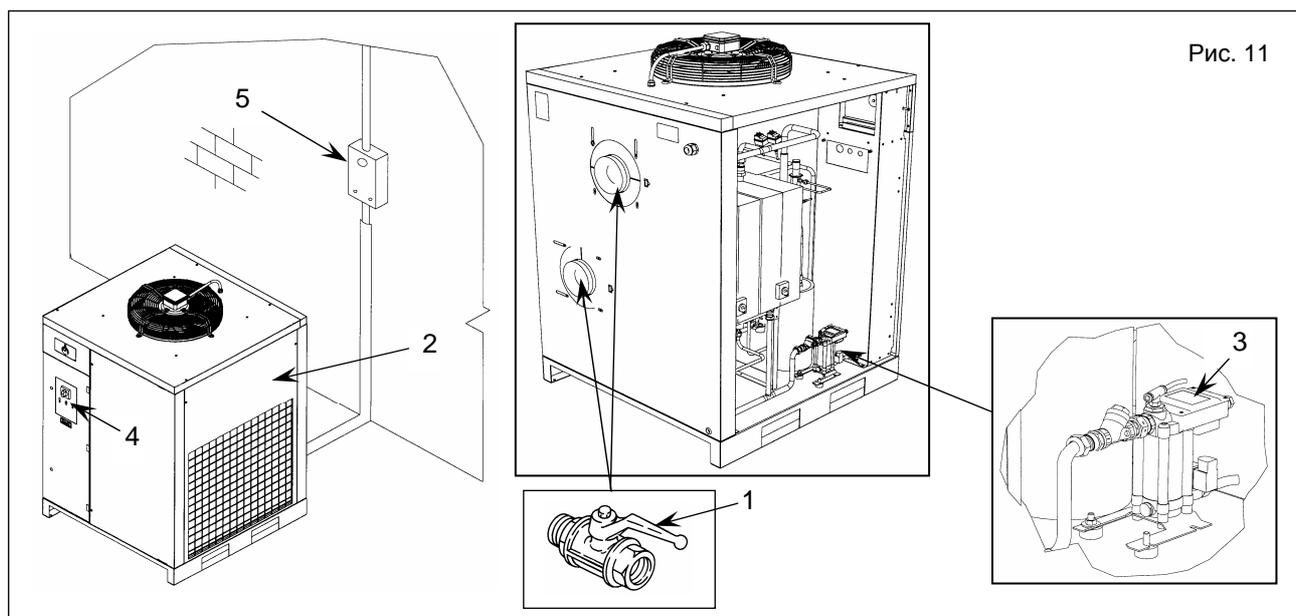

Рис. 11
- Закройте кран (ссылка 1 на рис. 11).
- Снимите панель (ссылка 2 на рис. 11).
- Сбросьте давление в осушителе, нажав кнопку TEST дренажа конденсата, расположенную на водоотводчике (ссылка 3 на рис. 11).
- Выключите оборудование. Установите переключатель в положение STOP (ссылка 4 на рис. 11).
- Включите автоматический дифференциальный выключатель подачи (ссылка 5 на рис. 11).
- Закройте переднюю панель (ссылка 2 на рис. 11).